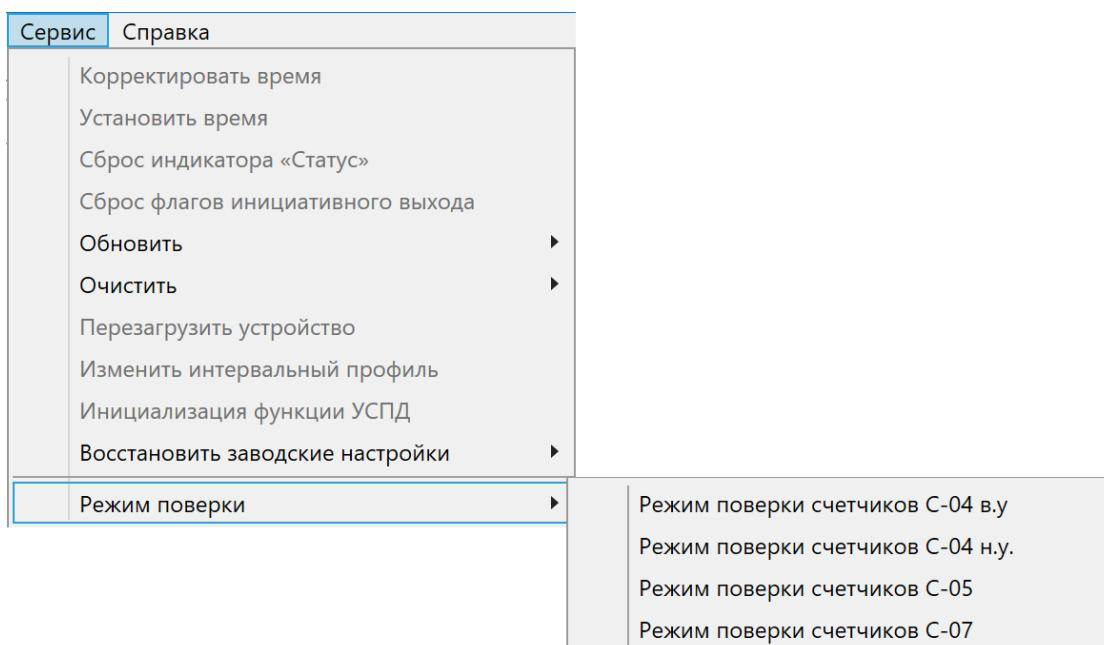

Рисунок 198
- Установка режима поверки счетчиков выполняется с помощью выбора необходимой команды главного меню *Сервис => Режим поверки* (рисунок 198):